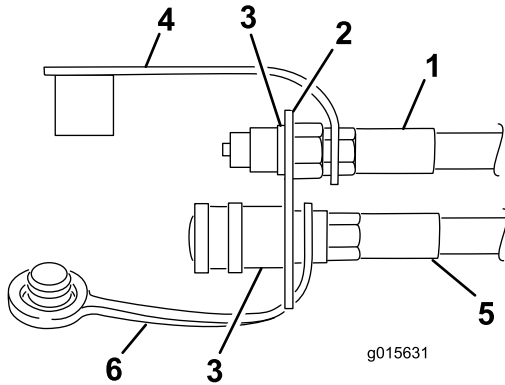

Figure 17
3. Fixez le flexible au raccord femelle (Figure 17).
4. Glissez l'extrémité avec la boucle du capuchon protecteur (Figure 17) au bout du flexible hydraulique sortant du raccord arrière.
6. Insérez l'extrémité du flexible dans le trou supérieur du support de raccords (Figure 17).